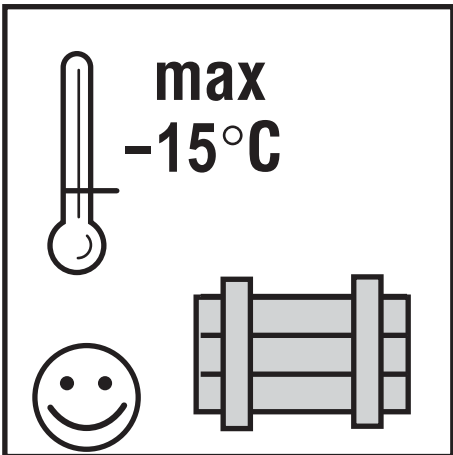

Fig.: 8
- Lagertemperatur mit original Motorfüllung bis  $-15^{\circ}\text{C}$ , mit Wasserfüllung frostfrei (Fig.: 8)